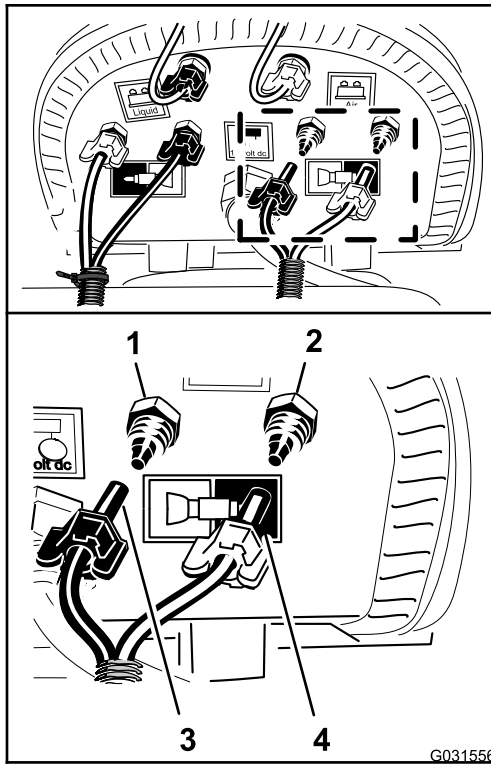

Figure 175
7. Branchez les tubes non repérés (sans serre-câble) en reliant le tube bleu de la section de rampe gauche au raccord à compression du circuit d'eau de la section de rampe gauche (Figure 175).
8. Vissez l'écrou à compression du tube sur le raccord à la main (Figure 175).
9. Branchez le tube transparent pour la section de rampe gauche au raccord à compression pour le circuit d'air de la section de rampe gauche (Figure 175).
10. Vissez l'écrou à compression du tube sur le raccord à la main (Figure 175).